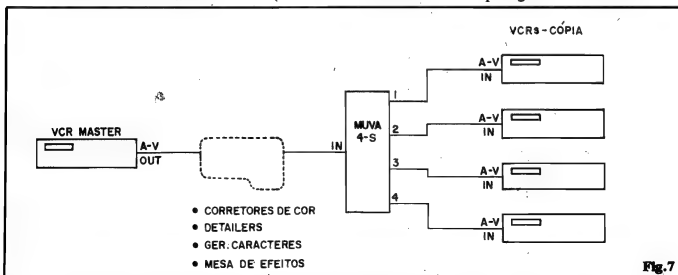

Fig. 7
- **FIG. 7 - O AJUSTE - A UTILIZAÇÃO BÁSICA** - Um ajuste pode ser feito "ao vivo", de maneira bastante precisa... Basta ligar os terminais de Vídeo-Áudio Out de um VCR, através da cabagem apropriada, às Entradas de A-V do MUVA-4S e monitorar pelo menos uma das 4 Saídas do aparelho... Essa monitoração tanto pode ser feita de modo direto, no caso de se dispor de um TV com entradas de A/V (vídeo composto), ou através de um segundo VCR, com seus jacks de Entrada de Áudio e Vídeo ligados - por exemplo - à Saída 1 do MUVA-4S, e com um TV comum conectando (via eventual "casador" de
dio... Na fig. 7 temos o diagrama básico para utilização do MUV-4S em cópia múltipla simultânea, usando-se 4 VCRs na função **record** (e, obviamente, um na função **play**). Se, eventualmente, a ilha de edição do Leitor incluir corretores de cor, amplificadores de vídeo (detalhadores), geradores de caracteres ou mesa de efeitos, tais elementos deverão ser colocados, no percurso de sinal, entre o vídeo "master" (VCR **play**) e a Entrada do MUV-4S, de modo que todas as cópias se valham das funções de tais periféricos...